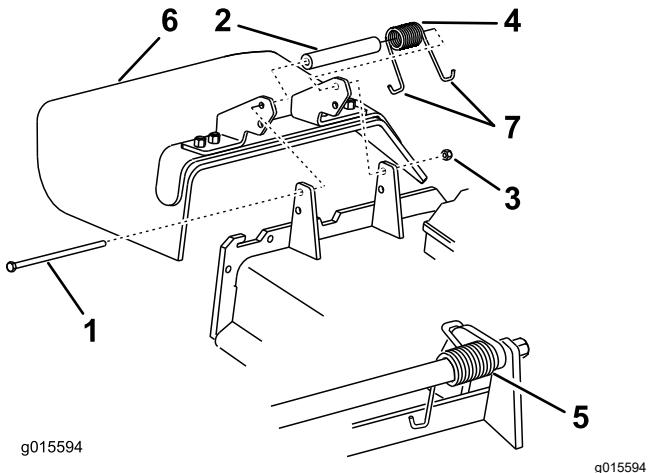

Figura 86
**Nota:** Asegúrese de colocar un extremo con gancho en J del muelle detrás del reborde de la carcasa antes de instalar el perno, según se muestra en Figura 86.